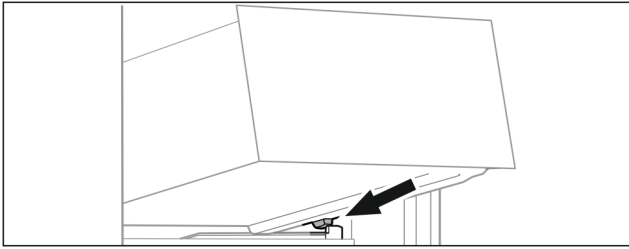

Fig. 82
- ▶ Helyezze a fiókot ferdén az ütközők mögé, a tartóbordára. (lásd Fig. 82)